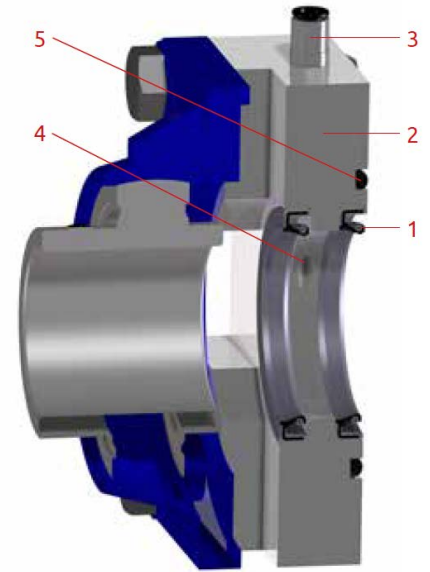

Abbildung 1
Das Dichtungsgehäuse wird an die Endplatte des Schneckenförderers montiert, siehe Abbildung 1. Beide Öldichtungsringe (1) werden so in das Dichtungsgehäuse (2) montiert, dass die Dichtungslippen in dieselbe Richtung zeigen. Die Abbildung zeigt, dass die Luft dann ausschließlich nach links, zum Schneckenförderer strömen kann. Ein O-Ring sorgt für die perfekt schließende Dichtung mit der Endplatte.